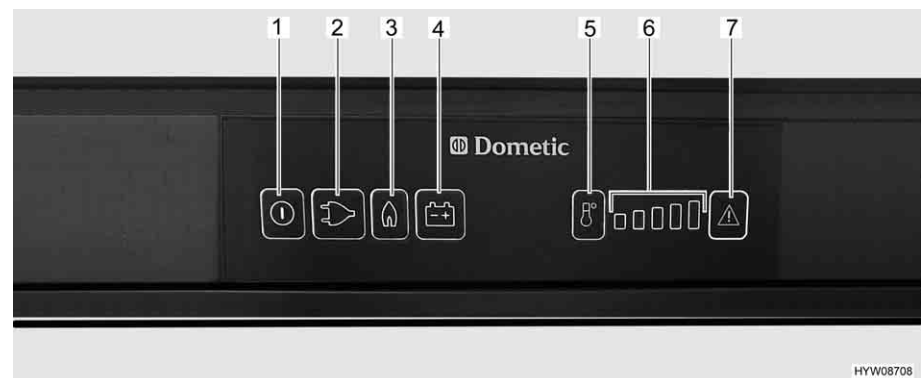

Fig. 226 Boutons de commande pour le réfrigérateur (Dometic Série 8 avec SMSE)
- Appuyer sur la touche Marche/Arrêt (Fig. 226,1) pendant env. 2 secondes. Le réfrigérateur s'allume. La touche du dernier mode de fonctionnement sélectionné s'allume.
- Appuyer si nécessaire sur la touche du mode de fonctionnement "Gaz" (Fig. 226,3). La touche s'allume. L'arrivée de gaz est ouverte. L'allumage s'effectue de manière automatique. Un tic-tac est distinctement perceptible jusqu'à ce que la procédure d'allumage soit effectuée avec succès.
- Régler la température de réfrigération avec la touche de sélection du degré de température (Fig. 226,5).
- Appuyer si nécessaire sur la touche "230 V" (Fig. 226,2). La touche s'allume.
- Appuyer si nécessaire sur la touche de mode de fonctionnement "12 V" (Fig. 226,4). La touche s'allume.